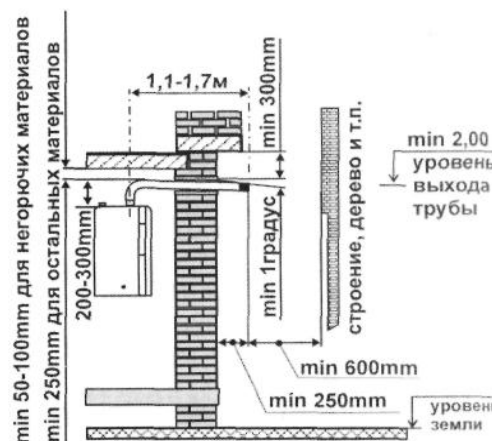

Рис. 24.1.
3.1. Условия конструктивного исполнения трубы типа "FE" (Рис. 24.1.):
3.3 Условия монтажа трубы типа "FE" (Рис. 24.1.):